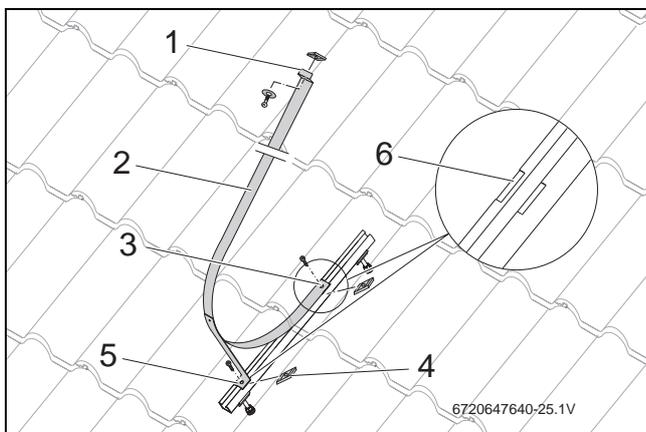

Fig. 51 Fixar a fita do acumulador
- ▶ Inserir o parafuso na extremidade dianteira da fita do acumulador (Fig. 51, [3]) e soltar a lingueta [4], apenas quando sentir uma ligeira resistência no aperto.
- ▶ Inserir o parafuso no esquadro de apoio da fita do acumulador (Fig. 51, [5]) e soltar a lingueta, apenas quando sentir uma ligeira resistência no aperto.
- ▶ Colocar a extremidade dianteira da fita do acumulador no entalhe de alojamento (Fig. 51, [6]) e apertar o parafuso.
- ▶ Colocar o esquadro de apoio da fita do acumulador (Fig. 51, [5]) no segundo entalhe de alojamento e apertar o parafuso.
- ▶ Colocar um parafuso, uma anilha e uma lingueta na extremidade traseira da fita do acumulador (Fig. 51, [1]). Não aparafusar ainda esta extremidade!